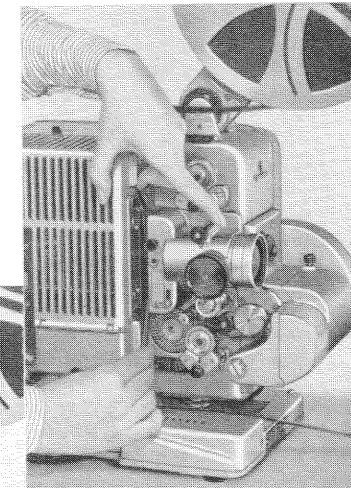
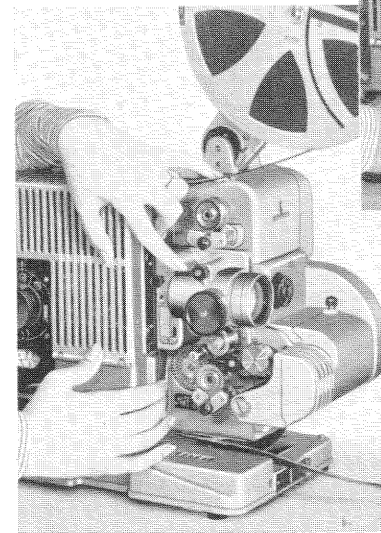

Bild 19
Bild 20
4. Während der Mittelfinger der linken Hand den Film hält (Bild 19), erfaßt der Zeigefinger den Hebel für die Objektiv-Verriegelung und legt ihn nach hinten bis zum Anschlag in die Horizontale um (Bild 20), wodurch der Filmkanal wieder geschlossen wird. Durch leichtes Auf- und Abwärtsziehen des Filmes prüfen, ob dieser im Filmkanal richtig, d. h. ohne Klemmung, liegt.